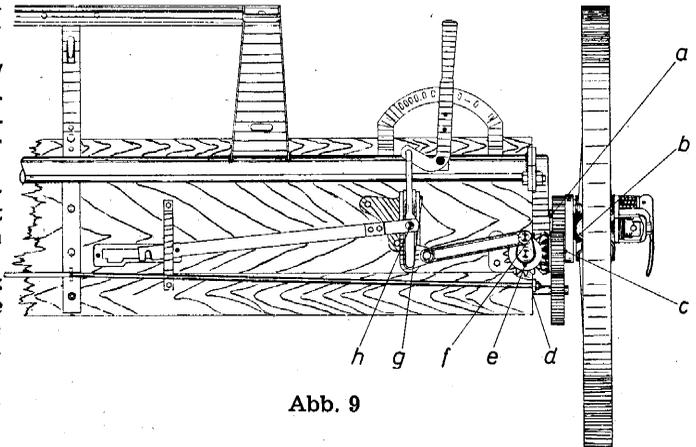

Abb. 9
9. Nach jedem Einsatz soll die Maschine mit einer Fettpresse an folgenden Stellen geschmiert werden (s. Abb. 9 u. Aufstellung unten).